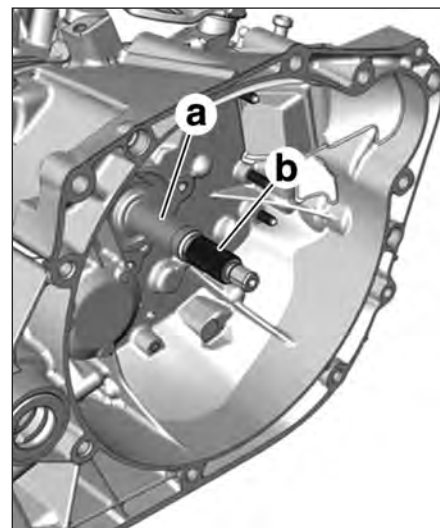

FIG.4
- Graisser le guide de la butée en (a) (Fig.4).